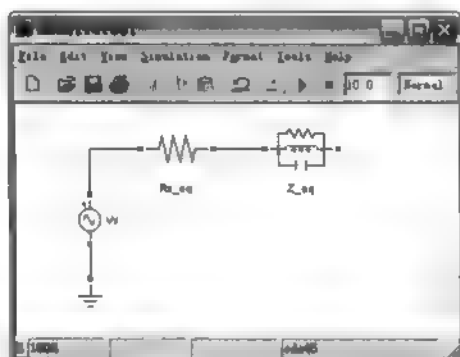

图 14.11 未完成模型图
(7) 从 Elements 模块组中复制 Ground 模块到模型窗口。
(8) 适当地设置模块的大小，并用连线将模块连接起来，得到如图 14.11 所示模型。